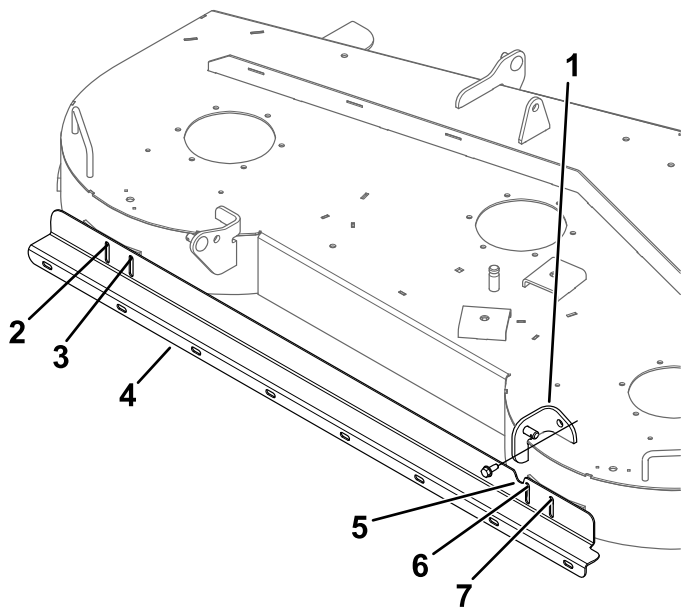

Figure 3
- En vous servant du support comme gabarit, repérez et percez un trou dans le patin droit avec un foret de 9/32 po (Figure 3).